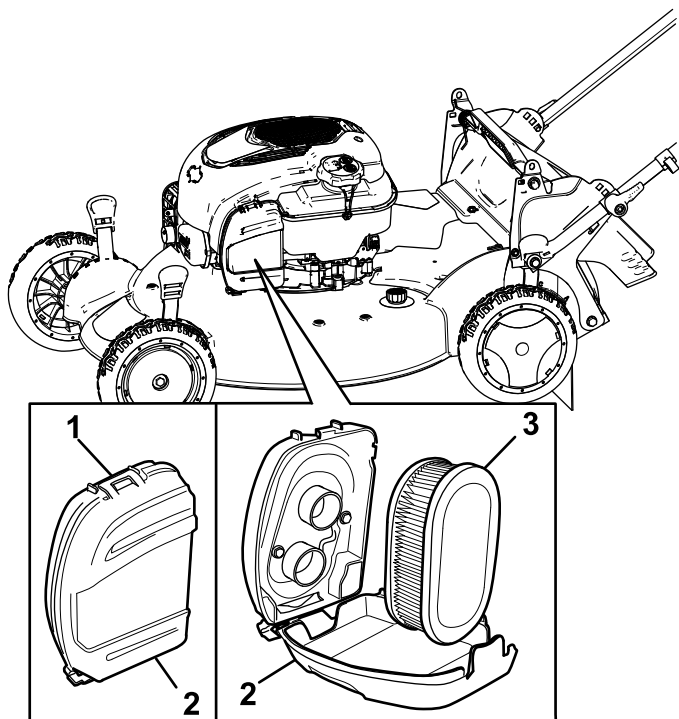

Figure 27
1. Déclipsez le haut du couvercle du filtre à air (Figure 27).
2. Déposez le filtre à air (Figure 27).